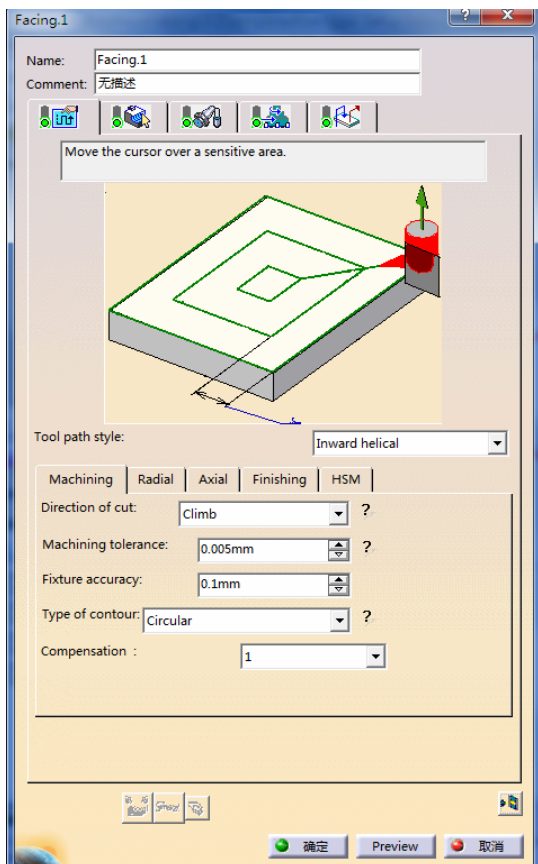

图 3-137 “Machining”选项卡（8）
- 在“Machining”选项卡（8）的“Tool path style”下拉列表中选择“Inward helical”，在“Machine tolerance”文本框中输入“0.005” mm，在“Direction of cut”下拉列表中选择“Climb”选项，如图 3-137 所示。